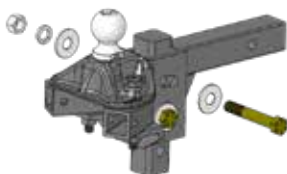

Figura 4
4. Utilice pernos de 3/4", arandelas planas, arandelas de seguridad y tuercas para asegurar el cabezal al vástago a la altura correcta. Apriete las tuercas a mano. (Figura 4)